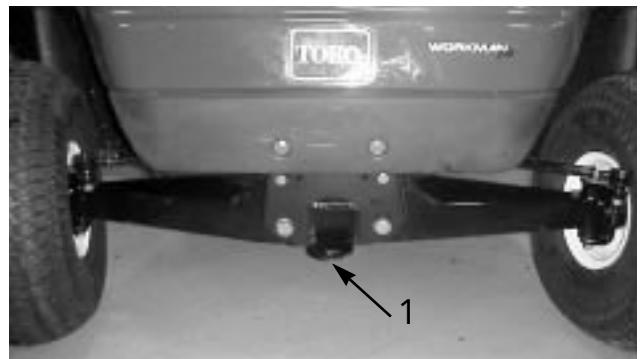

図 23
2. 前フレームのトングにロープなどの牽引索を取り付ける(図23)。